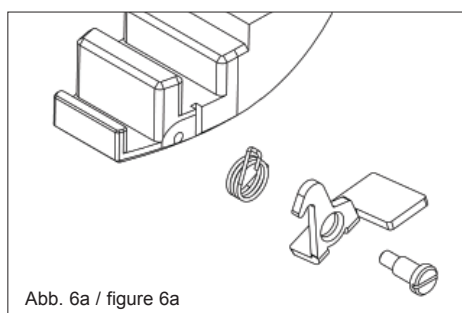

Abb. 6a / figure 6a
- Eine zweite Torsicherung (7) liegt bei und kann bei Bedarf montiert werden. Dazu bitte Teile wie in Abb. 6a anbringen und mit Schraubendreher festziehen.
- A second optional barndoor catch is included. For assembly please put the individual pieces onto the accessory bracket as displayed in fig. 6a and tighten with a screwdriver.